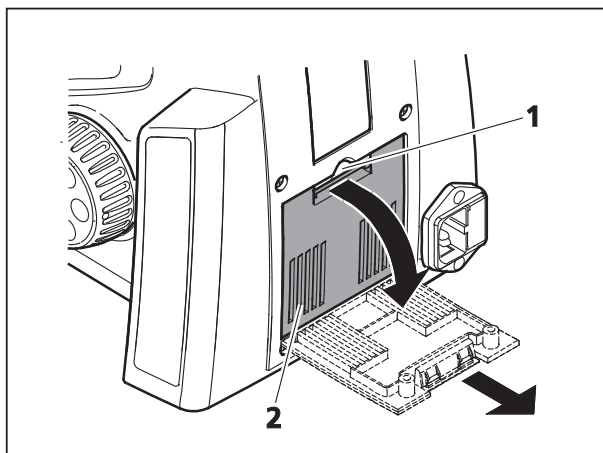
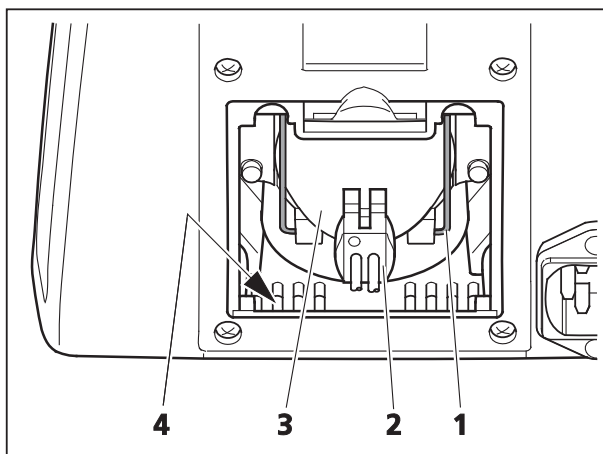
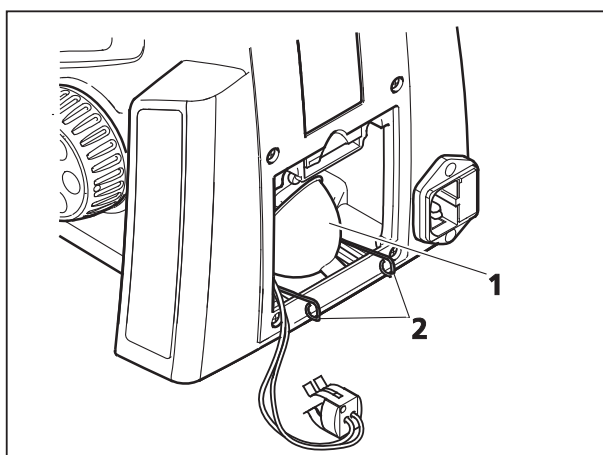

Fig. 3-16 Dépose du cache
Fig. 3-17 Extraction de la lampe à LED
Fig. 3-18 Remplacement de la lampe à LED
- Effectuez une pression de haut en bas sur la languette de verrouillage (Fig. 3-16/1) du cache (Fig. 3-16/2). Abaissez le cache et dégagez-le des rainures du statif dans lesquelles il est inséré (Fig. 3-17/4).
- Débranchez le connecteur (Fig. 3-17/2) de l'illuminateur (Fig. 3-17/3).
- Saisissez entre les deux doigts les enroulements (Fig. 3-18/2) de l'étrier de serrage (Fig. 3-17/1) du support de lampe et comprimez-les pour abaisser l'étrier de serrage vers vous.
- Sortez l'illuminateur (Fig. 3-17/3).
- Positionnez le bord inférieur avant du nouvel illuminateur (Fig. 3-18/1) entre la surface d'appui et l'étrier de serrage. Déposez l'illuminateur sur l'étrier de serrage.
- Soulevez l'étrier de serrage (Fig. 3-18/2) avec l'illuminateur qui y est déposé jusqu'à ce que l'illuminateur soit entièrement appliqué contre le support de lampe. Comprimez légèrement les deux branches de l'étrier en le pouce et l'index pour pouvoir les remonter entièrement en passant entre les deux éléments de fixation supérieurs. Relâchez lentement la pression des doigts pour que les deux branches de l'étrier s'écartent et s'encliquettent derrière les éléments de fixation.
- Insérez le cache (Fig. 3-16/2) dans les rainures (Fig. 3-17/4) du statif et rabattez-le vers le haut jusqu'à encliquetage de la languette de verrouillage (Fig. 3-16/1).